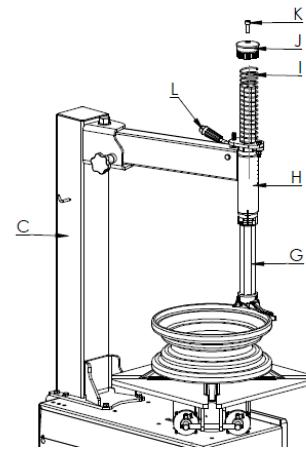

Abb. 6
- Führen Sie den (De)Montagearm (G, Abb.6) von unten durch den Schwenkarm. (H, Abb.6) Sichern Sie die Teile mit Hilfe des Arretier Hebels(L, Abb.6).
- **Beachten Sie jederzeit dass der (De)Montagearm (G, fig.6)** an der korrekten Seite montiert wird. Als Referenz raten wir Ihnen eine Felge zu klemmen damit Sie feststellen können wie der Arm korrekt montiert wird.
- Befestigen Sie den (De)Montagearm (G, Abb.6) in der oberen Position mit Hilfe des Arretier Hebels. (L, Abb.6) Folgend platzieren Sie die Feder (I, Abb.6) und sichern Sie diese mit Hilfe des Deckels (J, Abb.6) und den M10x30mm Inbusschrauben (K, Abb.6).
**BITTE BEACHTEN! Nicht sichern von dem (De)Montagearm (G, abb.6) mit dem Arretier Hebel (L, Abb.6), kann, durch entstehende Sturz Gefahr, zu schweren Unfällen führen!**